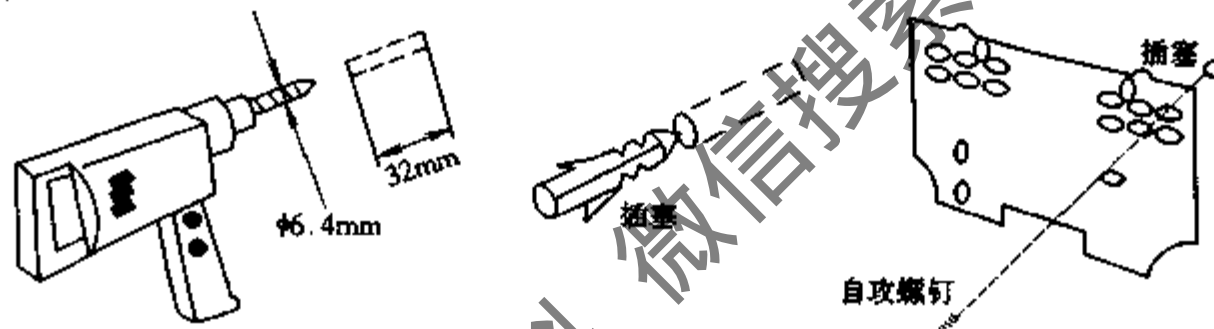

图 7-37 固定安装板
(1) 在墙上开 $\Phi 6.4\text{mm}$ 、深 32mm 的孔,如图 7-37。